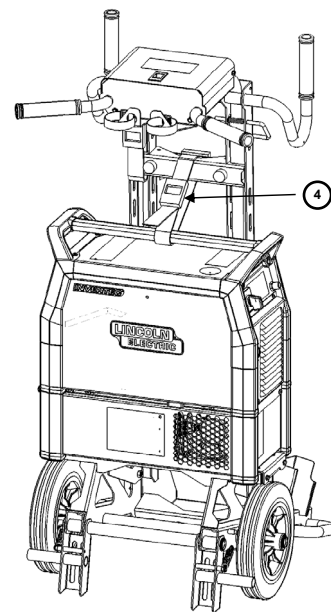

Abbildung 5
4. Legen Sie den Gurt um Griff und Wagen, um die Installation abzuschließen. (Abbildung 5)